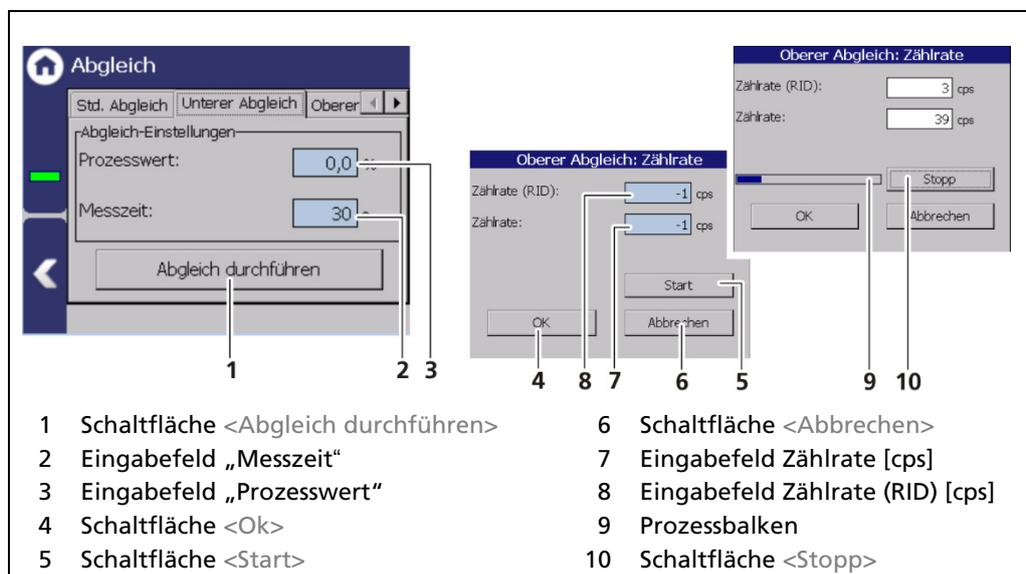

Abb. 91 Oberer Abgleich
1. Klicken Sie auf das Feld Prozesswert (Abb. 91, Pos.3), um das Eingabefeld zu öffnen.
3. Klicken Sie auf das Feld „Messzeit“ (Abb. 91, Pos.2) und geben Sie die Dauer der Messung in Sekunden an. Je höher Sie die Messzeit einstellen, umso genauer fällt das Ergebnis aus.
4. Klicken Sie auf die Schaltfläche <Abgleich durchführen> (Abb. 91, Pos.1).